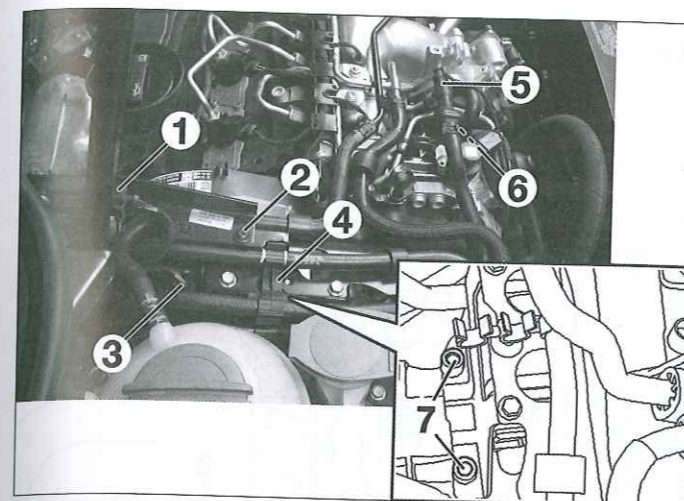

Fig. 29
- Desconectar (Fig.29):
- el conector (1) y desmontar el soporte (2) del captador de presión diferencial de los gases de escape,
- el conector (3) y desengrapar los manguitos de combustible (4) del soporte,
- el conector de la sonda de temperatura de combustible (5),
- la alimentación de combustible (6) de la bomba de alta presión.
- Desmontar los dos tornillos (7) y retirar la bomba de combustible suplementaria.